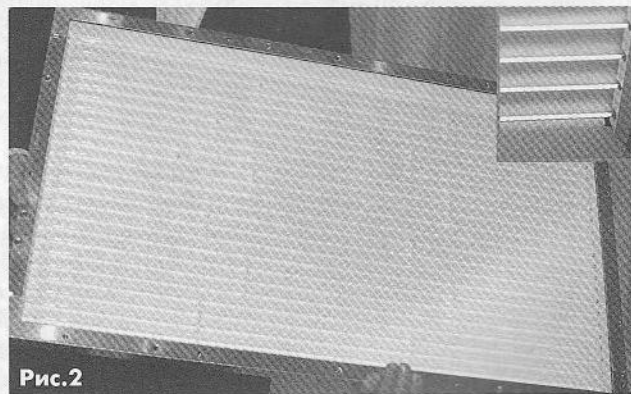

Рис. 2
*Тыловая подсветка* использует источники света, расположенные за LCD-матрицей. При этом источники света в определенном порядке располагаются по всей площади LCD-матрицы. На **рис. 2** показана система подсветки телевизионного экрана, выполненная с задним расположением CCFL-ламп.